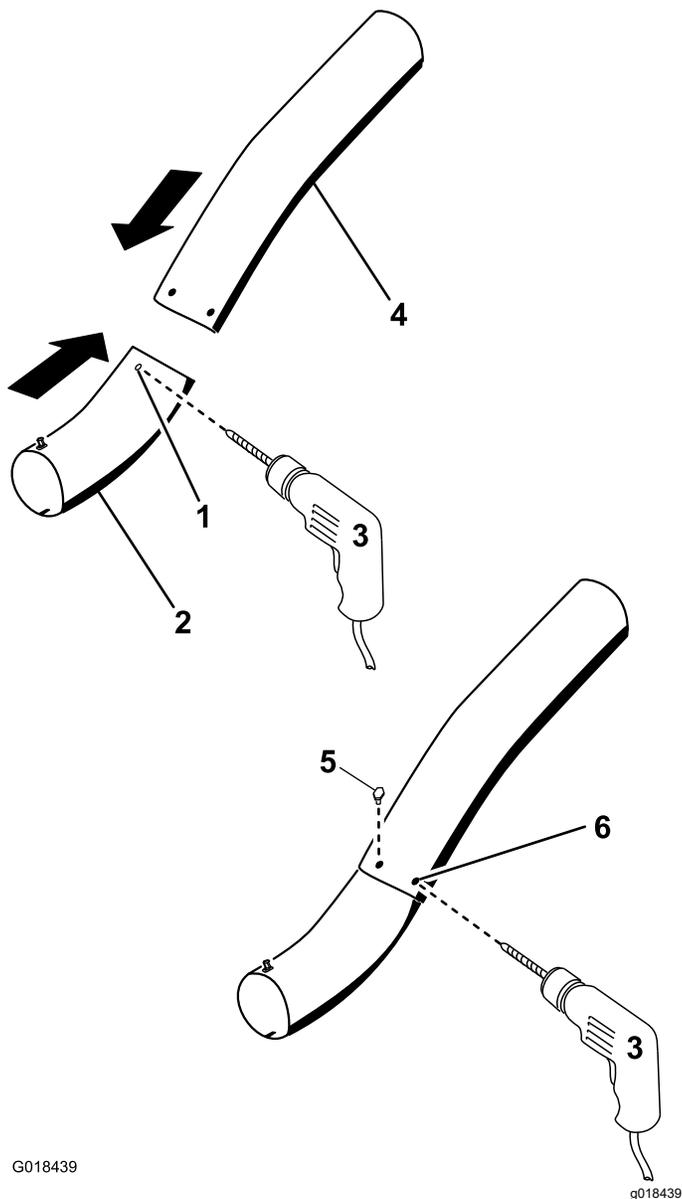

Figure 31
13. En vous servant des trous existants du tube supérieur comme guide, percez 2 trous de 6,5 mm dans les creux du tube inférieur (Figure 31).
16. Placez les rondelles ($\frac{1}{4}$ ") sur les boulons (Figure 31).
17. À l'aide d'une clé hexagonale, placez les vis ($\frac{1}{4}$ " x $\frac{3}{4}$ ") et les rondelles ($\frac{1}{4}$ ") depuis l'intérieur du tube inférieur dans les trous existants du tube supérieur (Figure 31).
18. Fixez les tubes ensemble au moyen des écrous ($\frac{1}{4}$ "), comme montré à la Figure 31.